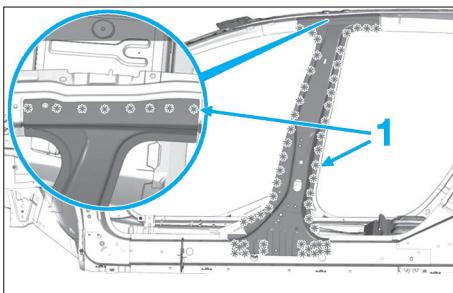

FIG. 79
- Fraisez les points de soudure (1) de la partie extérieure du renfort (Fig.79).